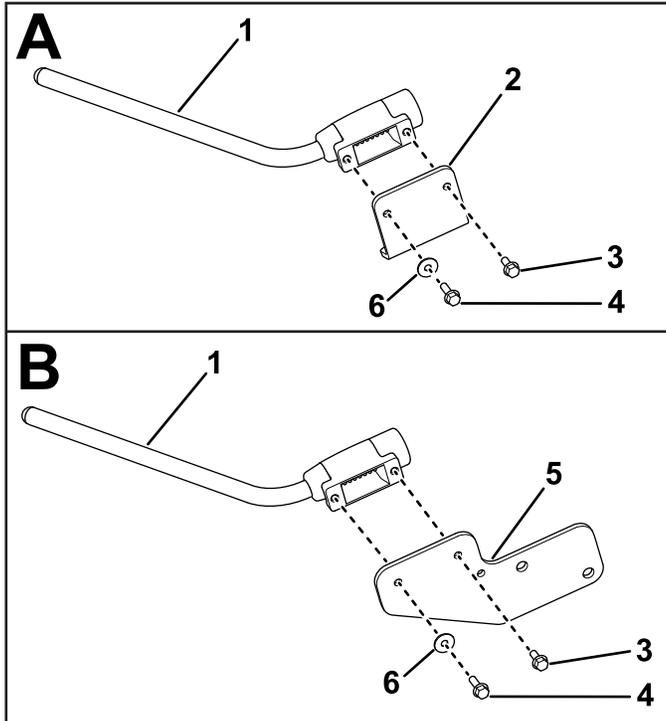

Bild 2
1. **Nur Z-Master 4000 und 7500:** Richten Sie die Löcher in der Spiegelhalterung mit den Löchern im Spiegelarm aus, wie in **Bild 2** gezeigt.
2. Befestigen Sie die Spiegelhalterung mit einer Bundkopfschraube (M6–20), einer Bundkopfschraube (M6–16) und einer Unterlegscheibe an der Spiegelarmbaugruppe, wie in **Bild 2** gezeigt.